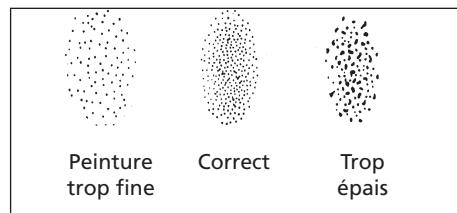

Figure 9 - Uniformité de la Configuration (Vaporisation)
4. Tirer brusquement sur la gâchette en tournant le bouton de réglage de fluide au sens contraire des aiguilles d'une montre. Observer la configuration du débit sur la cible et ajuster le bouton de réglage de fluide jusqu'à ce que vous obtenez la configuration (vaporisation) désirée (Voir Figure 9).
pourdissiper la pression, ensuite augmenter la pression lentement afin d'obtenir la consistance de configuration correcte (Voir Figure 9).